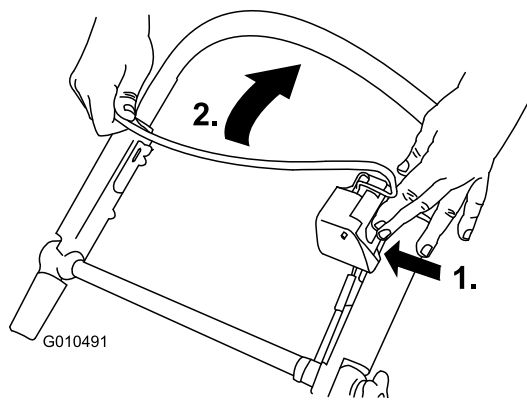

Bild 22
1. Drücken Sie auf den Messerschaltknopf und ziehen Sie den Schaltbügel zum Griff (Bild 22).